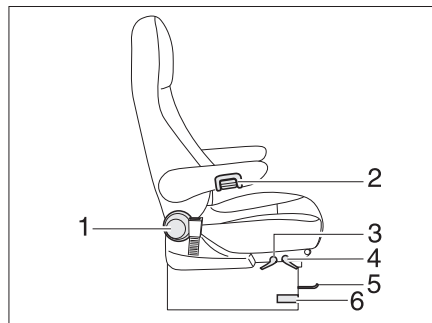

Bild 71 Fahrer- und Beifahrersitz
- Den Hebel zum Drehen des Sitzes (Bild 71,6) drücken oder ziehen. Der Sitz wird aus der Arretierung gelöst.